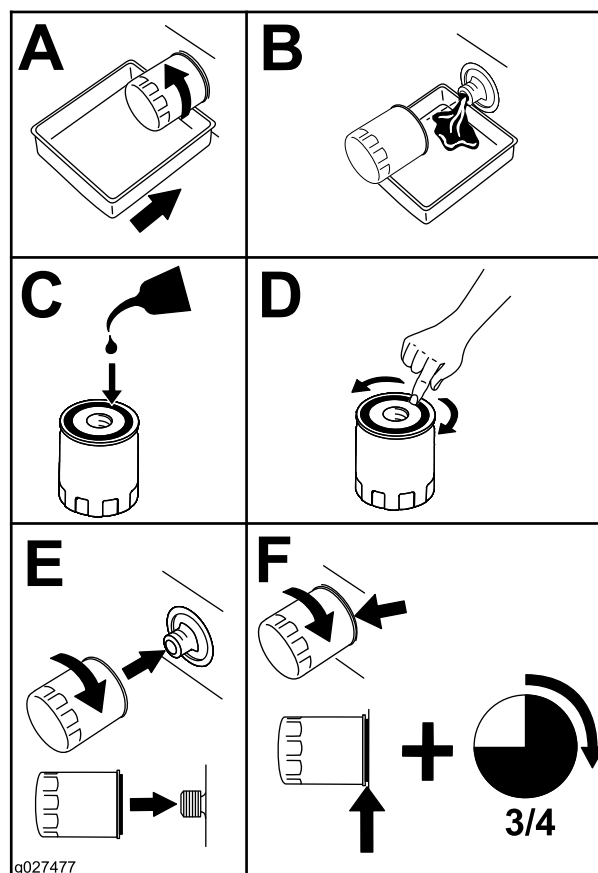

Figura 19
2. Cambiate il filtro dell'olio del motore (Figura 19).